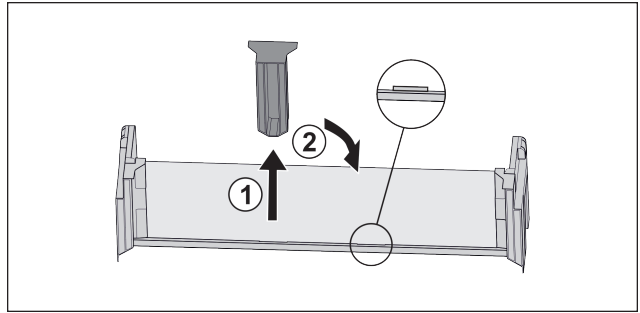

Fig. 85
- ▶ Mittleres Halteteil abziehen Fig. 85 (1).
- ▶ Mittleres Halteteil auf zweiter Position einsetzen Fig. 85 (2).